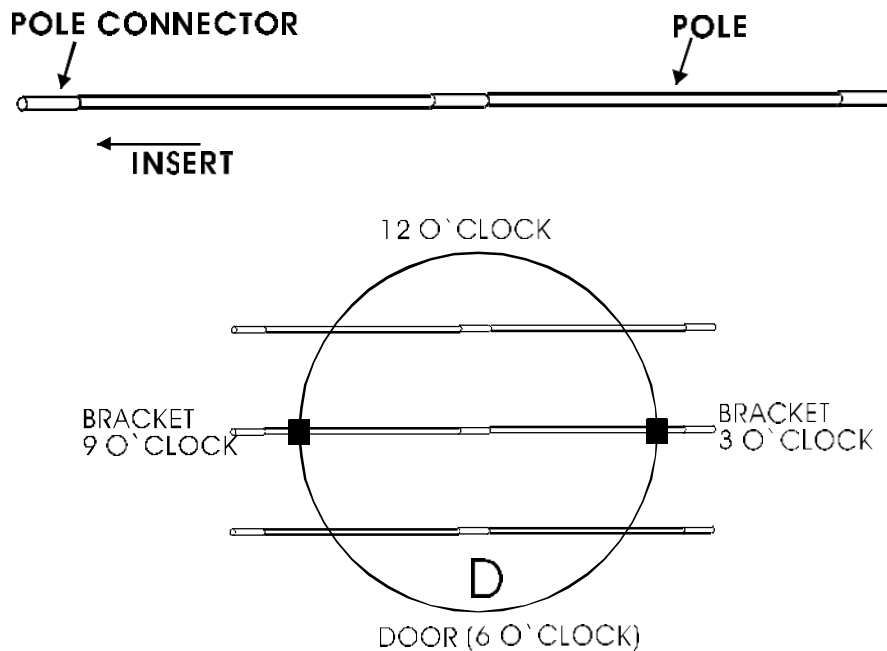

ABB. 1
Legen Sie drei (3) Glasfaserstangen mit Hilfe der Rohrnippel zusammen, die es an den Stangen schon gibt. Die elastische Innenlitze, die diese Stangen fest zusammen hält, kann man innerhalb der Stangen sehen. (siehe Abb. 1)